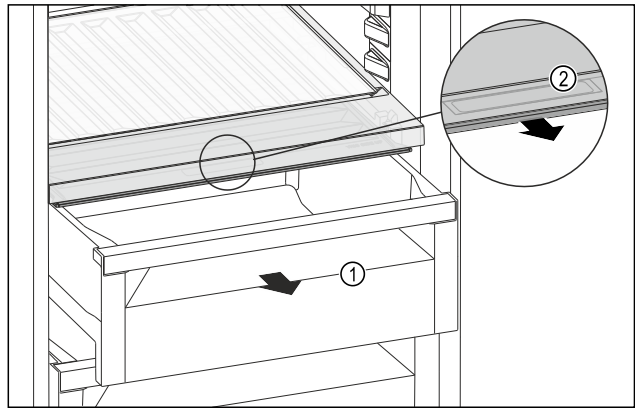

Fig. 155
- ▶ Schuifvak Fig. 155 (1) uittrekken.
- ▶ Greeplijst Fig. 155 (2) op het vakdeksel vastpakken en het vakdeksel gelijktijdig naar voren trekken.